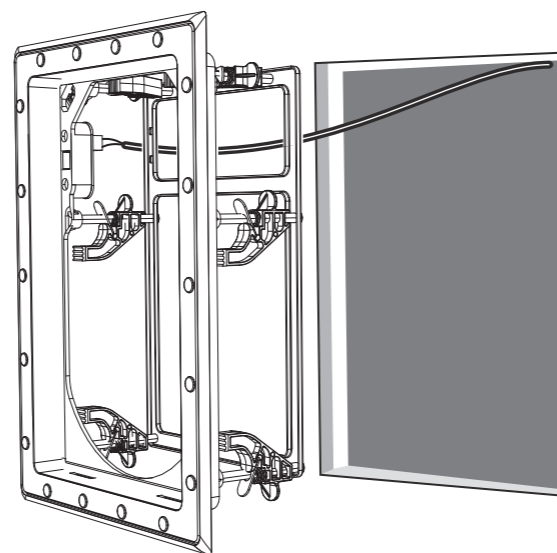

Fig. 8. Installing the Frame into the Wall
1. Pressione cuidadosamente a estrutura na abertura da parede, tomando cuidado para não prender ou prender a fiação do alto-falante (Fig. 8).